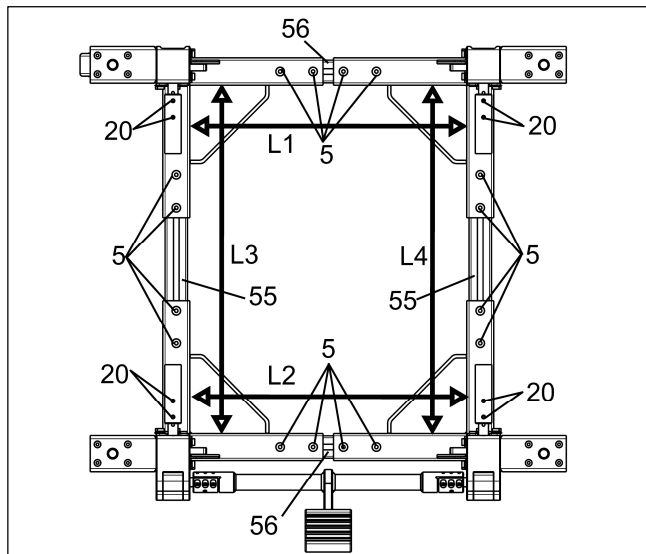

Abb. 16
d. Lösen Sie die Befestigungselemente "5", strecken Sie die Eckhalterung auf allen Seiten, so dass die Länge an der Pfeilposition 10mm länger ist als die Maschinenbasis; ziehen Sie dann alle Befestigungselemente "5" und "20" fest. (siehe **Abb. 16**)
2. Vergewissern Sie sich, dass L1 ungefähr gleich L2 und L3 ungefähr gleich L4 in Abb. 16 ist. Ist dies nicht der Fall, wiederholen Sie Schritt e, bis sie gleich sind.